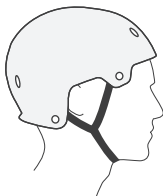
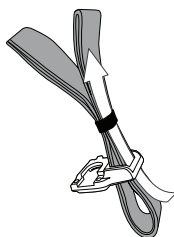

Figura 8. Posizione corretta del sottogola
Figura 9. Percorso del sottogola attraverso fibbia e il sistema di fissaggio
Il casco è progettato per essere trattenuto da una cinghia sotto la mandibola. Le due cinghie appese al regolacinghia a destra che passano sotto la mandibola sono complessivamente chiamate sottogola (Figura 8). Accertarsi che il sottogola sia infilato correttamente nella fibbia destra (Figura 9).
Il sottogola deve essere posizionato come mostrato in Figura 8 e deve fissarsi comodamente sulla parte inferiore del mento. In caso contrario, regolarlo di nuovo.
4. Per evitare che il sottogola sventoli, infilarlo nell'O-ring di gomma (Figura 9).